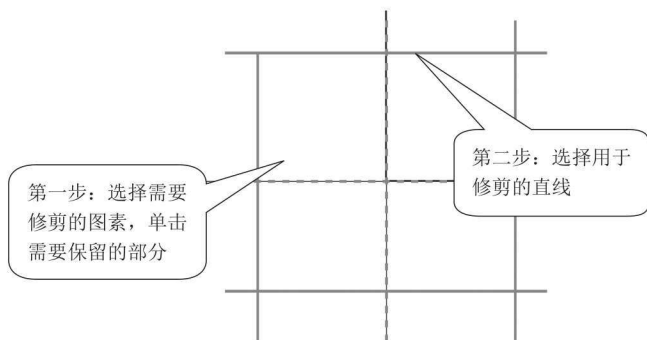

图 2-10 图形修剪 1
(2) 对图形进行修剪。
① 单击对单一物体进行修剪，完成左上角图形修剪，如图 2-10 所示。